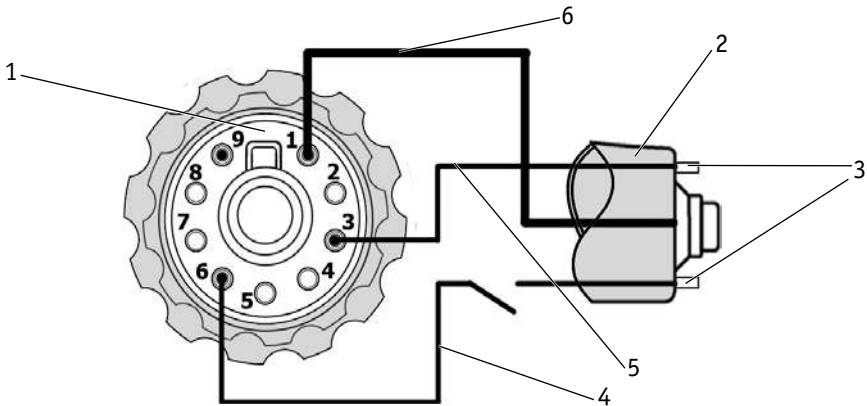

Рис. 9.3. Схема разъёма ручного плазматрона.
1. Разъём центральный кабельный (См. рис. 9.3).